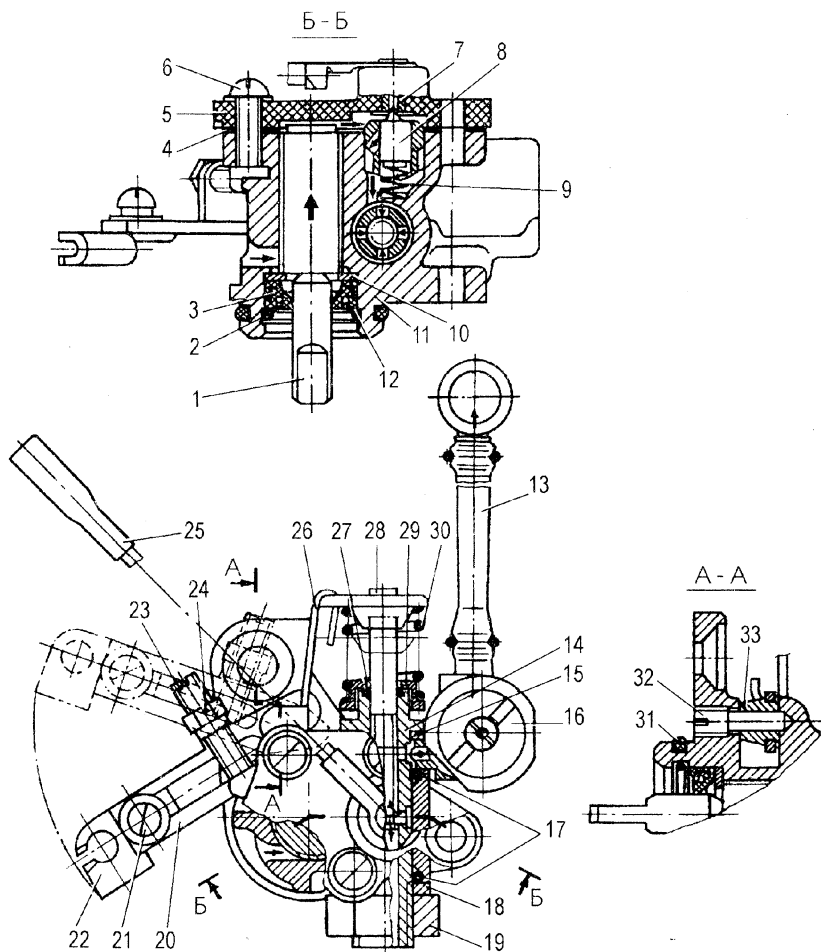

Рис. 3.15. Масляный насос двигателя П5-011 с раздельной системой смазки:
- отвернуть четыре винта, снять осторожно крышку 5 (рис. 3.15) и прокладку 4, поршень 8 и пружину 9 клапана-датчика (достать их из втулки);
Увеличенная или уменьшенная подача масла насосом, а также соответствующая информация сигнального индикатора "масло" в щитке приборов (не горит при включенном зажигании или не гаснет при работе двигателя на частоте вращения выше холостого хода) указывают на неисправность или нарушение регулировки насоса. Подсос воздуха через манжету 3 (рис. 3.15) подающего винта 1 может привести к значительному уменьшению подачи масла.